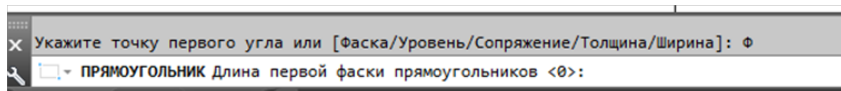

Рис. 38. Сообщение в командной строке для ввода размеров фаски
– перед указанием точек привязки прямоугольника укажем параметр *Фаска*, для этого в *Командной строке* введем букву Ф и нажмем *Enter*. В *командной строке* появится сообщение (рис. 38);